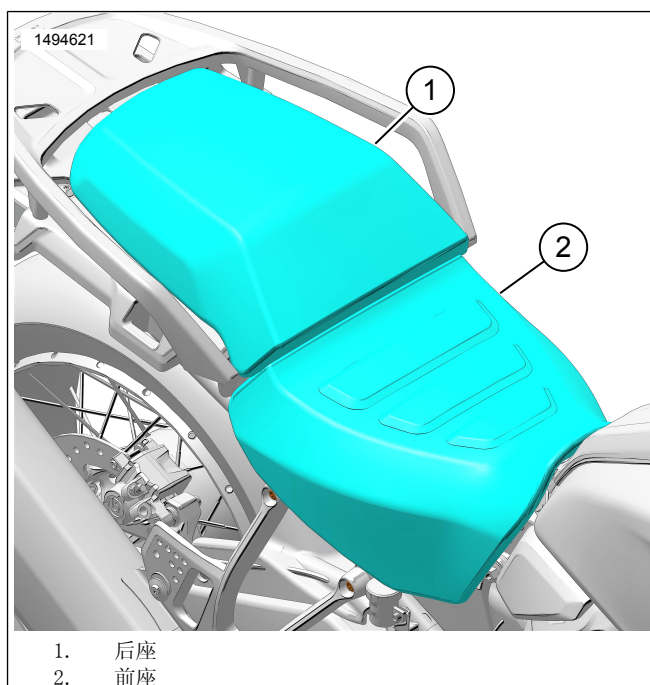

图2。座椅
1. 参见图2。拆下座椅后座(1)和座椅(2)。参见维修手册。
1. 参见图2。安装座椅 (2) 和座椅后座 (1)。安装好座椅之后向上拉动座椅，确保固定牢靠。参见维修手册。